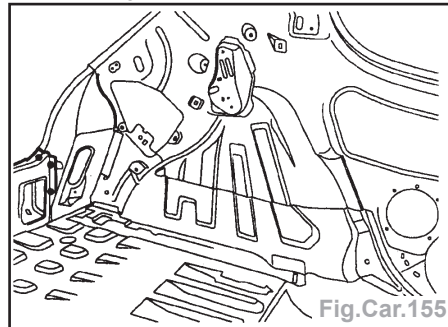

Fig.Car.155
- par points électriques (avec l'équipement BA1) (Fig.Car.155),